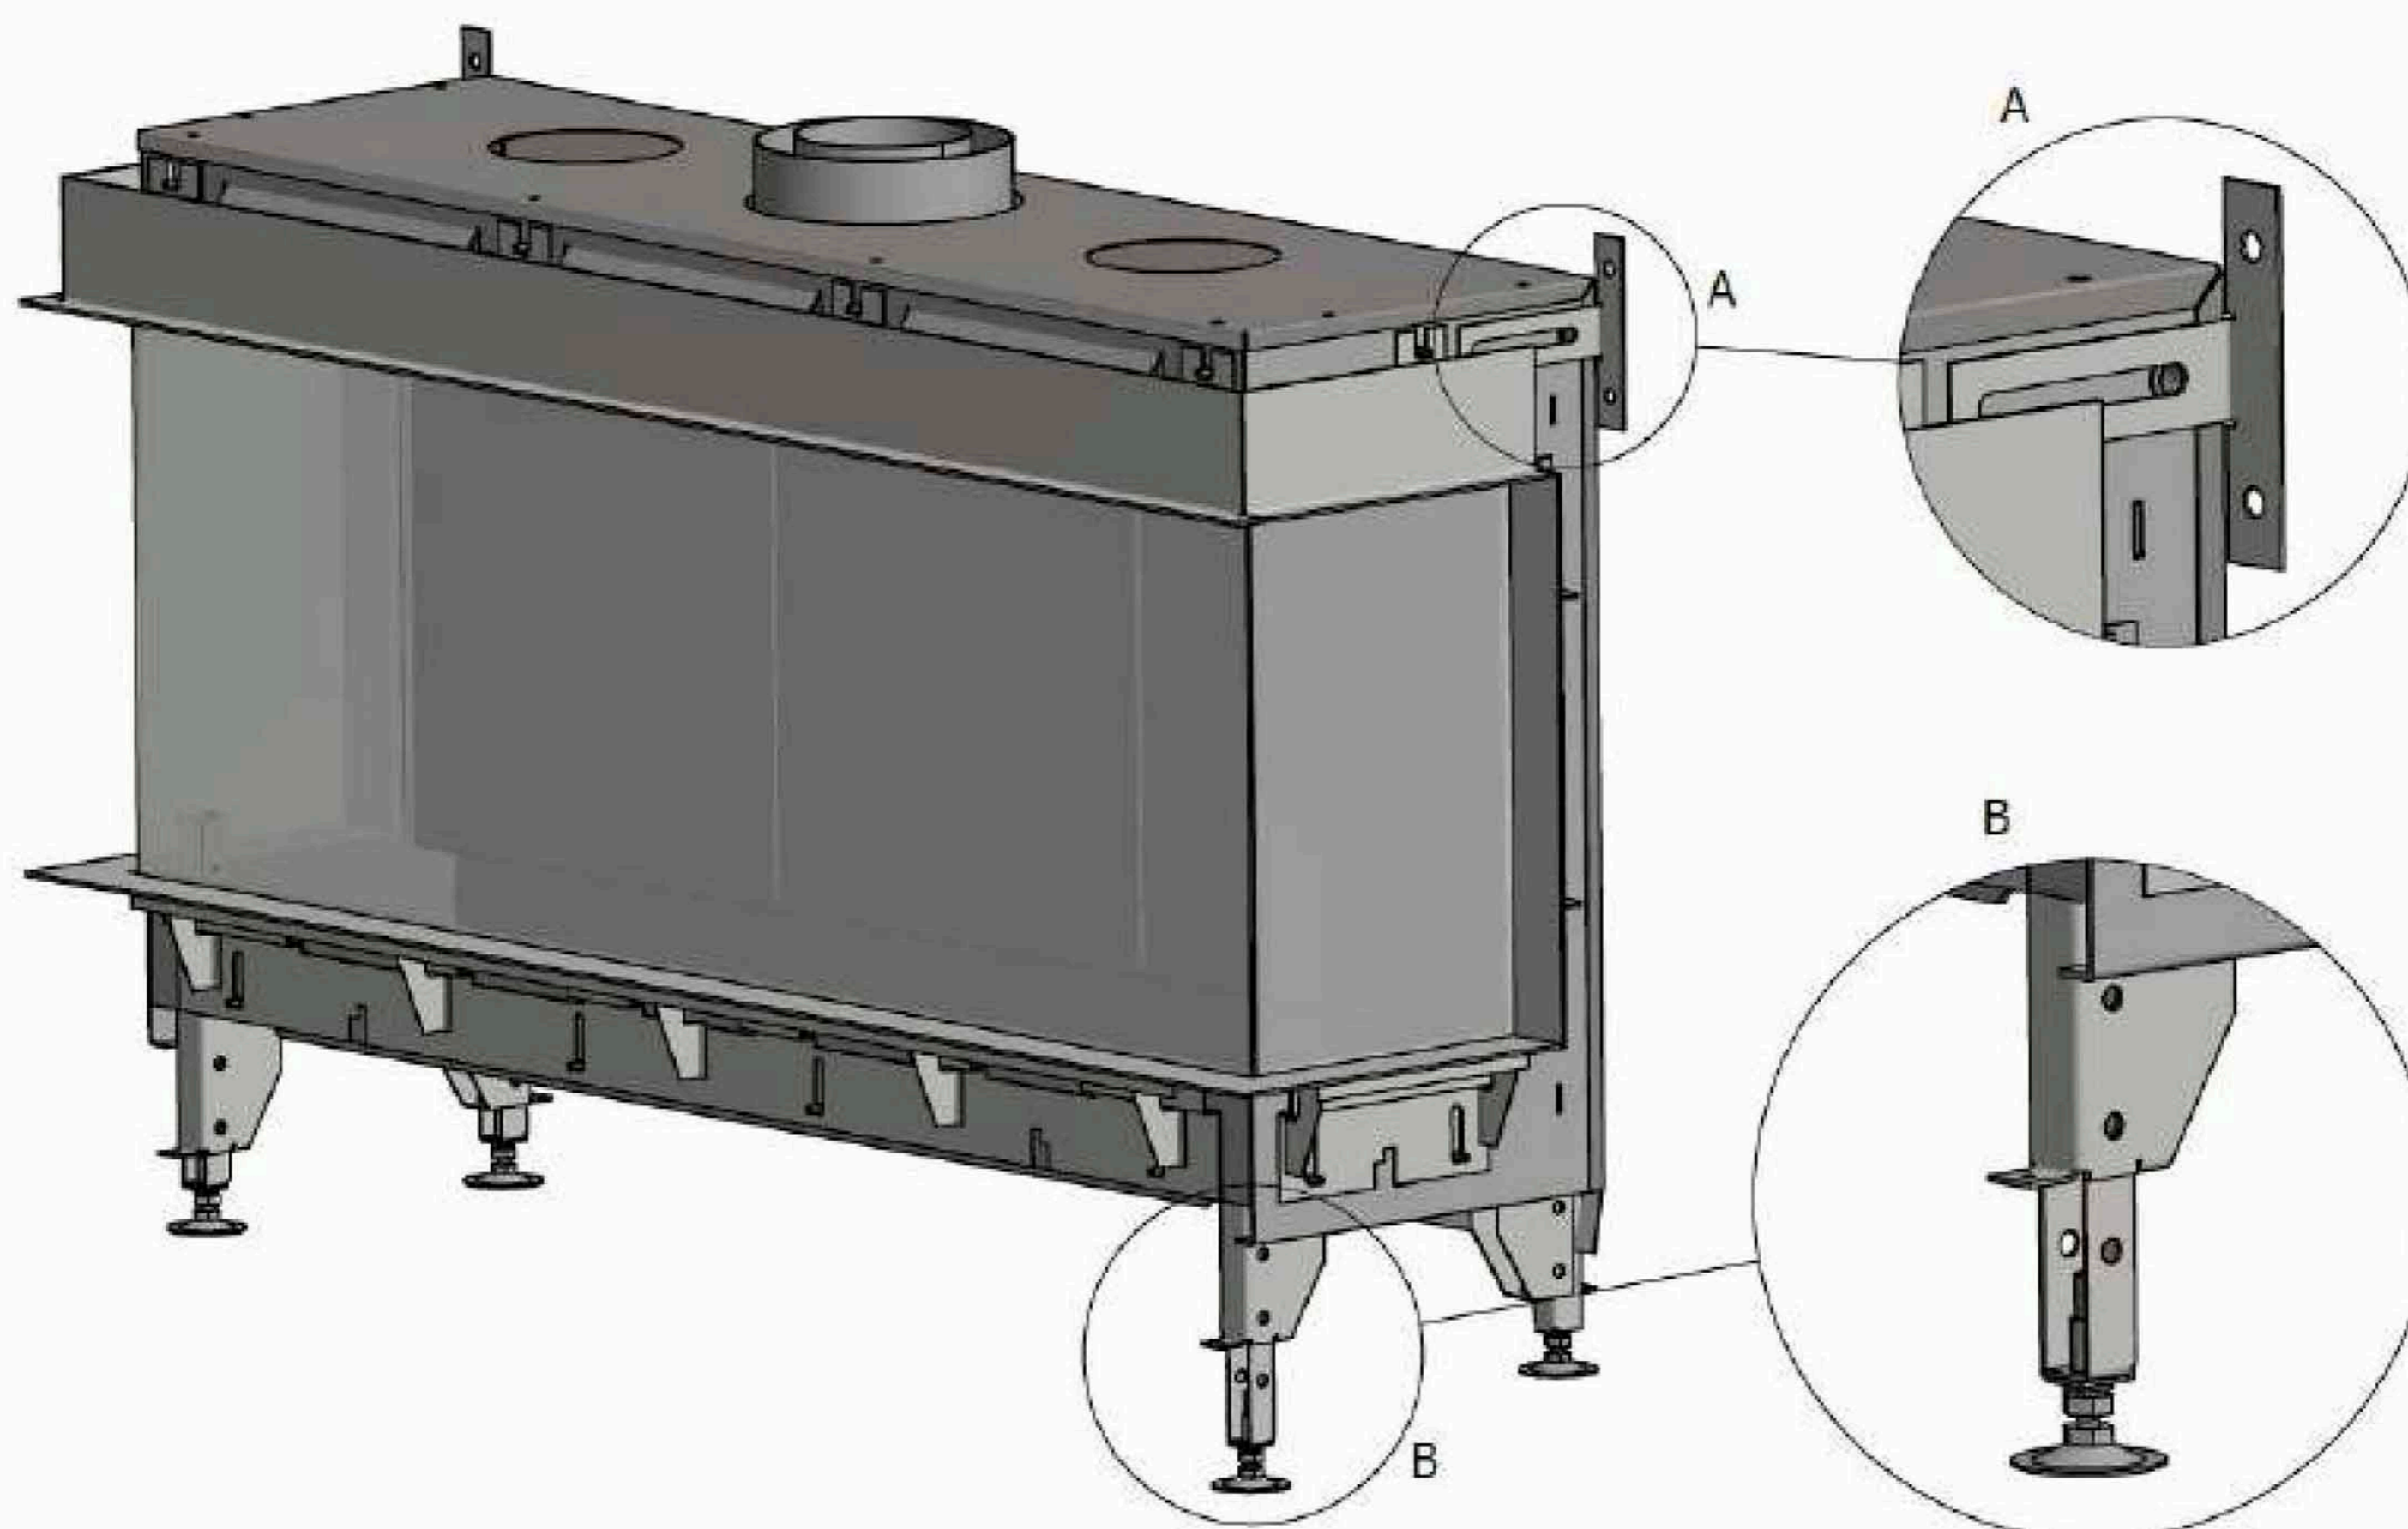

Рисунок 4 - Размещение монтажных ручек и регулируемых ножек камина
- ☒ Сооружать систему, начиная от подключения раструбного соединения („С” – рис. 4) устройства.